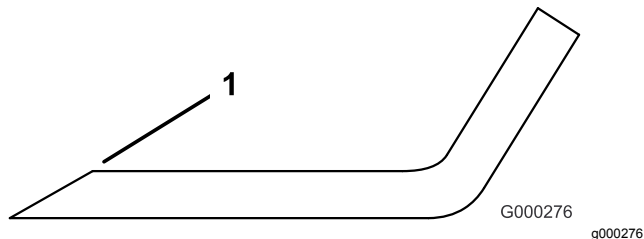

Figure 92
3. Examinez les tranchants de toutes les lames et aiguissez-les s'ils sont émoussés ou ébréchés (Figure 92).
Remarque: N'aiguissez que le haut du tranchant et conservez l'angle de coupe d'origine pour obtenir une coupe nette (Figure 92). Limez la même quantité de métal sur chacun des deux tranchants pour ne pas déséquilibrer la lame.